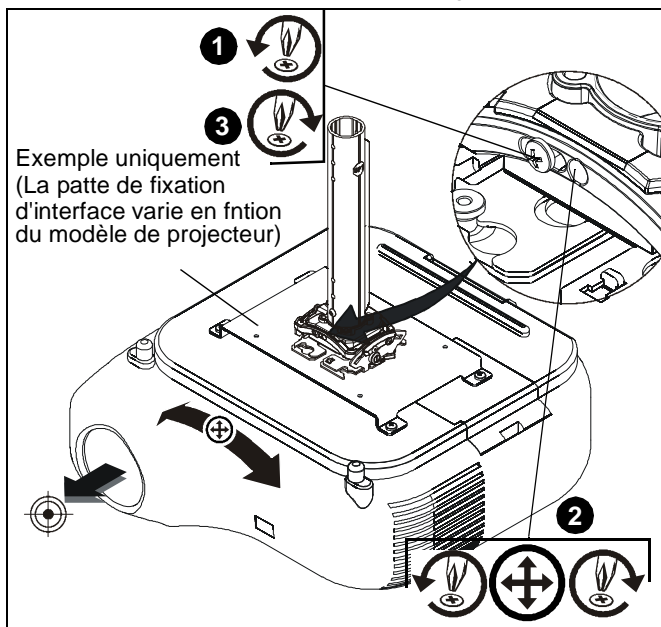

Figure 8
1. Desserrez la vis de blocage du réglage de l'ondulation à l'aide d'un tournevis Phillips 2. (See Figure 8)
2. Tournez la vis de réglage micrométrique de l'ondulation vers la droite ou la gauche à l'aide d'un tournevis Phillips 2 jusqu'à ce que l'image soit correctement alignée sur la cible. (See Figure 8)
3. Resserrez la vis de blocage du réglage de l'ondulation à l'aide d'un tournevis Phillips 2. (See Figure 8)